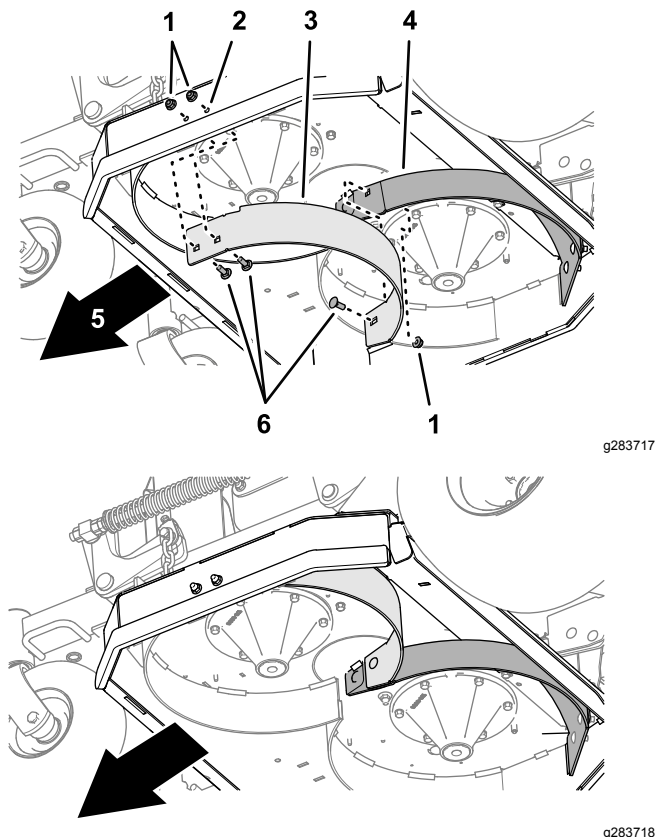

Figura 4
4. Alinee los taladros del deflector izquierdo (3 taladros) con los 2 taladros que perforó en el lateral de la carcasa de corte (**Figura 4**).
5. Alinee el taladro del otro extremo del deflector izquierdo con el taladro abierto del deflector derecho (**Figura 4**).
6. Monte provisionalmente el deflector izquierdo en el lateral de la carcasa y el deflector derecho (**Figura 4**) con 3 pernos de cuello cuadrado ($\frac{3}{8}$ " x 1") y 3 contratuercas con arandela prensada ($\frac{3}{8}$ ").